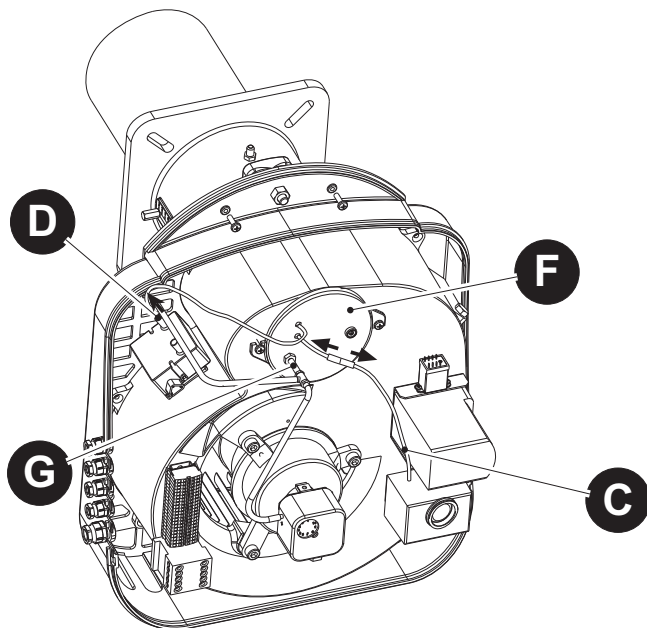

fig. 2c
- 2) Scollegare le connessioni "D" e "C" nei punti indicati e i relativi passacavi sul coperchio "F". Staccare il tubetto "G" dal coperchio "F" (fig. 2c).
- Scollegare le connessioni elettriche nei punti indicati in fig 2c a pag. 5.
- Ricollegare i cavi e il tubetto "G" come in fig. 2c a pag. 5.